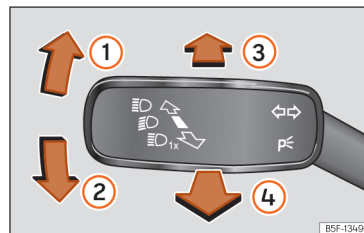

Abb. 71 Blinker- und Fernlichthebel.
- Drücken Sie den Blinker- und Fernlichthebel aus der Ausgangsstellung nach vorne »» **[Abb. 71] ③**.
- **ODER:** Ziehen Sie bei eingeschaltetem Fernlichtassistenten den Blinker- und Fernlichthebel nach hinten »» **[Abb. 71] ④**.